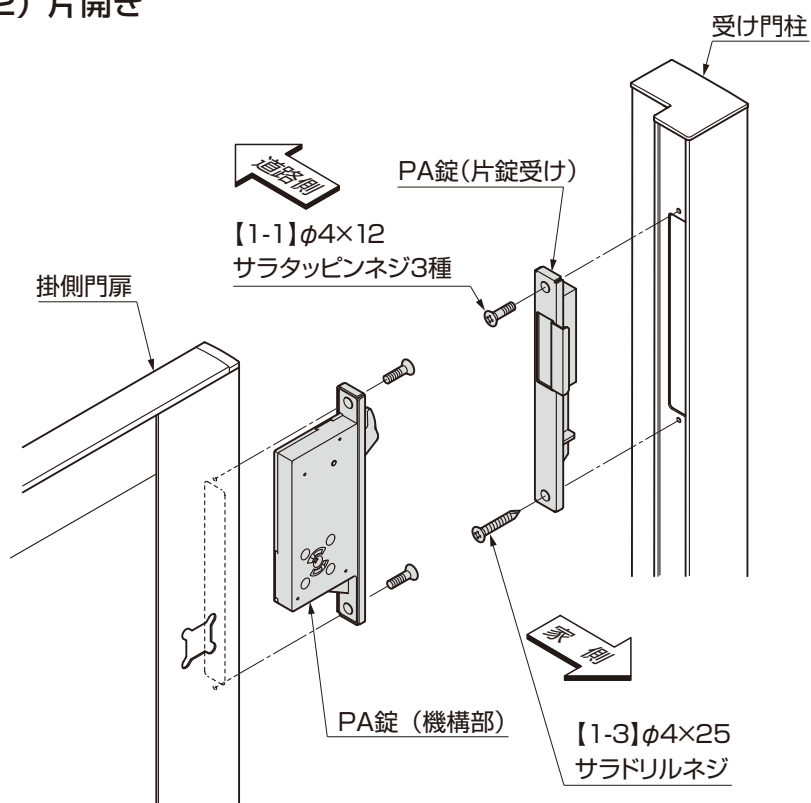

図3-2
- ①図3-2にしたがってPA錠(機構部)と、PA錠(片錠受け)の上側を【1-1】で取付けてください。次にPA錠(片錠受け)の下側を【1-3】で取付けてください。